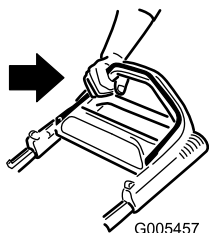

Figur 12
1. Trykk inn primeren bestemt tre ganger med tommelen. Hver gang holder du primeren inne i ett sekund før du slipper den (Figur 12).